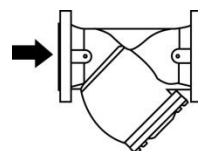

рис.2
- НА ГОРИЗОНТАЛЬНОМ трубопроводе фильтр устанавливается крышкой вниз (рис. 2).